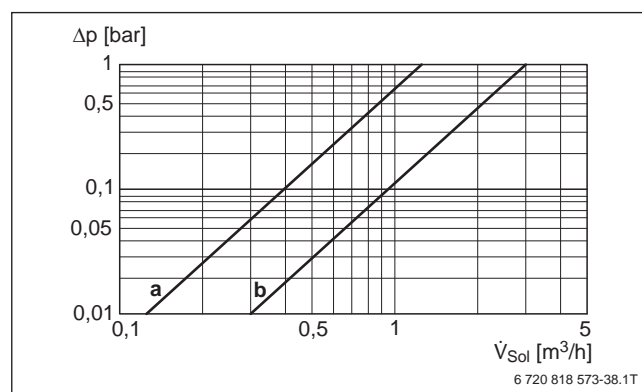

Bild 111 Druckverlust Volumenstromzähler WMZ 1.2
- ▶ Druckverluste des Volumenstromzählers bei der Auswahl der Solarstationen berücksichtigen (→ Bild 111).